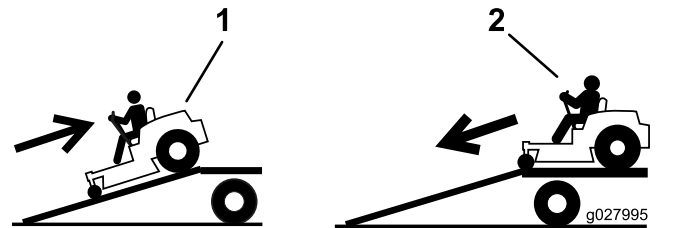

Figura 33
2. Baje la máquina por la rampa conduciendo hacia delante (Figura 33).